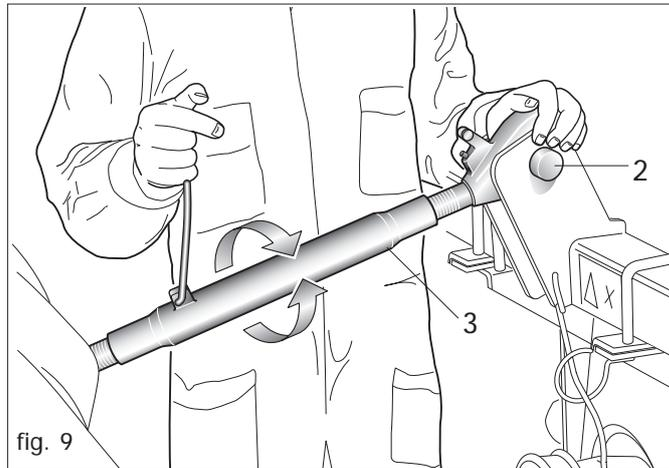
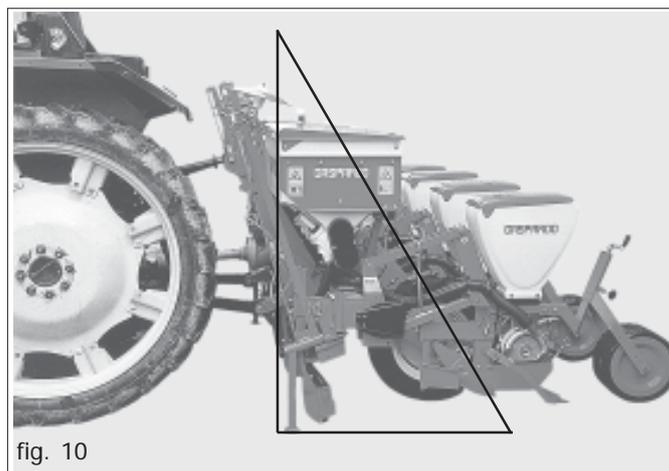

fig. 9
fig. 10
- 4) Conectar el tercer punto superior (2 Fig. 9); la clavija tiene que bloquearse con el pasador al efecto; a través del tensor de regulación (3 Fig. 9), poner los sembradores en paralelo con el terreno (Fig.10).